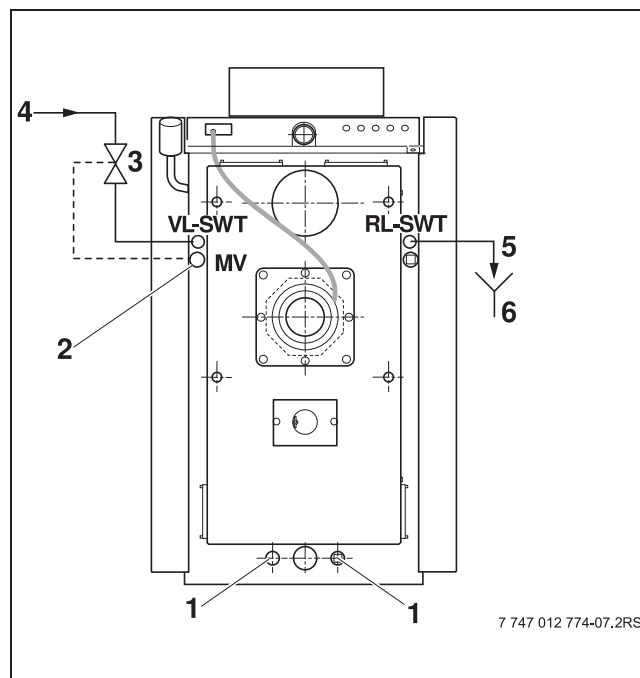

Figura 10 Racordarea serpentinei de siguranță
Cazanele de încălzire sunt dotate cu serpentină de siguranță (buclă de răcire). Racordarea corespunzătoare este prezentată în Figura 10. În țările în care se aplică standardul EN 303-5, cazanul de încălzire trebuie să fie prevăzut cu un echipament care asigură o disipare sigură a căldurii excedentare fără consum de energie suplimentar. În acest fel, se evită depășirea temperaturii maxime a cazanului de încălzire de 95°C (protecție la supraîncălzire).
- Utilizați un filtru pe conducta de alimentare cu apă de răcire înaintea termostatului de siguranță (-> Figura 10).
- Se verifică debitul de răcire la gura de alimentare a apei de răcire (Figura 10, poz. 5). După răcirea apei din vas, termostatul de siguranță trebuie să închidă debitul apei de răcire.